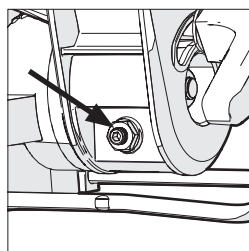

Fig. 10
- Allentare il controdado sulla vite di regolazione dell'angolo di smusso con una chiave a tubo da 10 mm e una chiave esagonale da 3mm (non in dotazione) (**Fig. 10**).